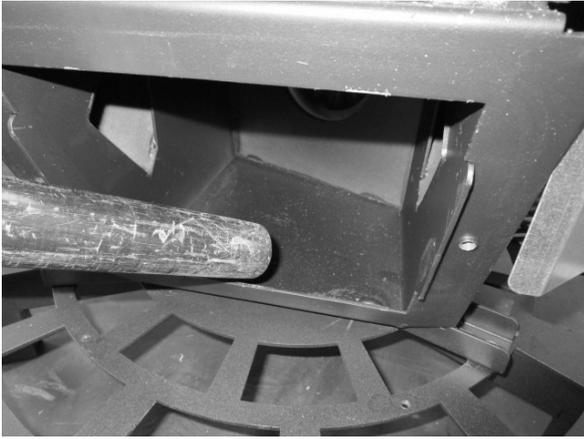

Fig. 39 - Asche absaugen
- Aschenkasten absaugen (siehe **Fig. 39**).